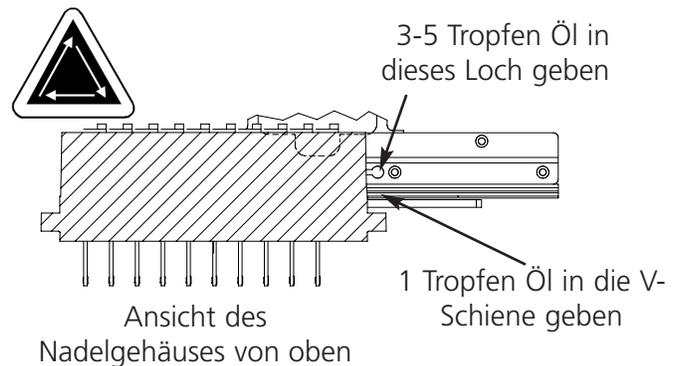
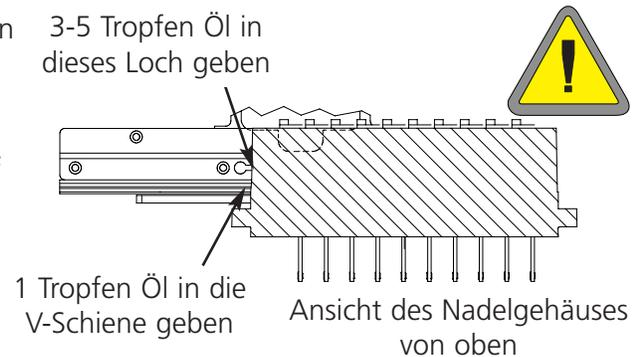

Abbildung 4-9
Abbildung 4-10
2. Wird Nadelstangenantrieb/V-Schiene angezeigt, drücken Sie die Taste . Das Nadelgehäuse wird an seine erste Position zum Ölen gebracht (Nadel 1). Siehe Abb. 4-9, um den Nadelstangenantrieb an Nadel 1 zu ölen. Siehe auch Abb. 4-9, um die V-Schiene zu ölen. Geben Sie das Öl in der V-Schiene so nah wie möglich an das Nadelgehäuse. Um Zugang zu diesen Zonen an der EMT 10/4 oder 10/4T zu bekommen, führen Sie den Öler durch das Loch mit der roten Hülse an der Vorderseite der Platte. Benutzen Sie eine Lampe, wenn nötig. Drücken Sie , um das Nadelgehäuse zu Nadel 10 zu bewegen. Ölen Sie den Nadelstangenantrieb wie in Abb. 4-10 gezeigt. Ölen Sie ebenfalls die V-Schiene auf dieser Seite des Kopfes. Nach Beendigung drücken Sie . Der Kopf wird sich vor- und rückwärts bewegen, um das Öl zu verteilen